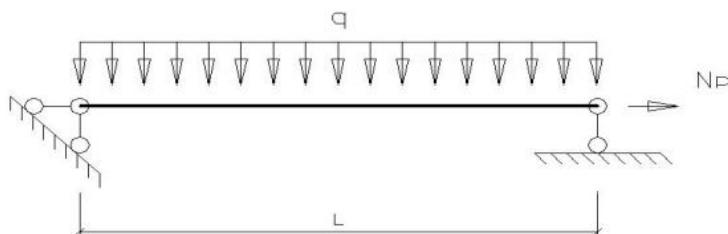

Рисунок 2. Расчетная схема балки
4.2 Проверить прочность брусчатого стержня пролетом L , сечением $b \times h$ (круглого диаметром d), без ослаблений. Брус изгибается в направлении большего размера сечения равномерной погонной нагрузкой q , (рисунок 2).